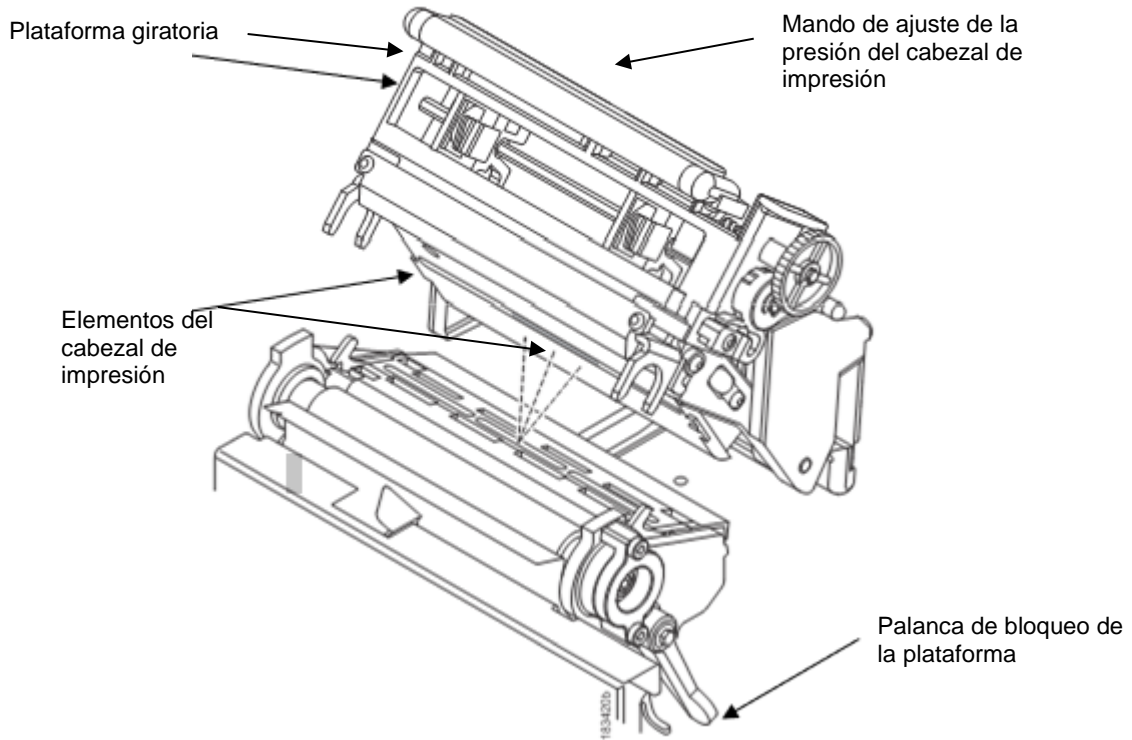

Figura 2 Apertura de la plataforma giratoria
3. Cierre la plataforma giratoria y gire la palanca de bloqueo de la plataforma completamente en sentido antihorario. (*Figura 2.*)